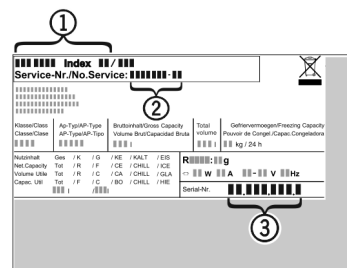

Fig. 35
► Identificați denumirea aparatului Fig. 35 (1), numărul de service Fig. 35 (2) și numărul de serie Fig. 35 (3) pe marca de fabricație. Marca de fabricație se află pe partea stângă în interiorul aparatului.
► Informați serviciul de asistență a clienților și comunicați tipul defecțiunii, denumirea aparatului Fig. 35 (1), numărul de service Fig. 35 (2) și numărul de serie Fig. 35 (3).